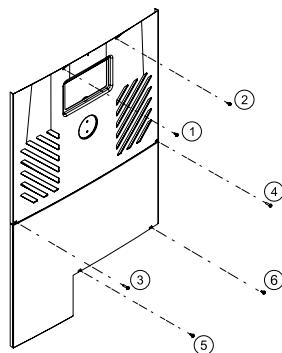

Figure 127. Vis à tôle pour retirer le panneau de commande
- Pour accéder au panneau de contrôle avant de l'appareil, utilisez un tournevis à tête hexagonale de 1/4 po pour dévisser les six (6) vis. Consultez la **Figure 127** pour plus d'informations.